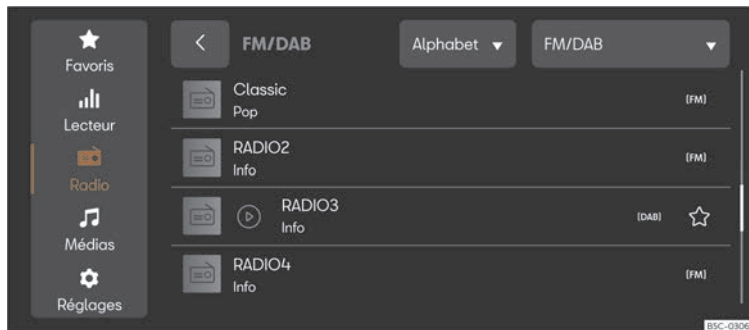

Fig. 156 Représentation schématique : Vue Radio.
- Appuyez sur **MENU** > >>> **fig. 156**.